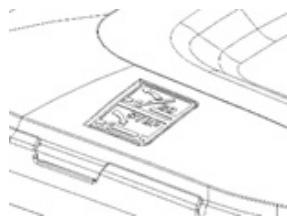

Рис. 15
- Как только флагок упадет, это значит, что травосборник полный. (рис. 15) Немедленно необходимо очистить травосборник от скошенной травы.